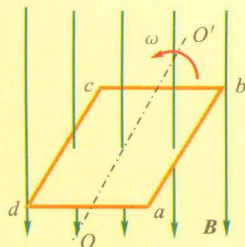

图 2-1-10
2. 如图 2-1-10 所示, 单匝线圈 ab 边长为 20 cm, bc 边长为 10 cm, 绕垂直于磁场方向的轴 OO' 匀速转动, 转速为 50 r/s, 设磁感应强度 B 为 0.01 T. 求: